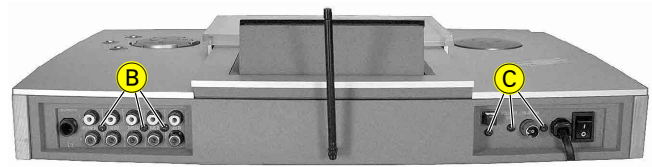
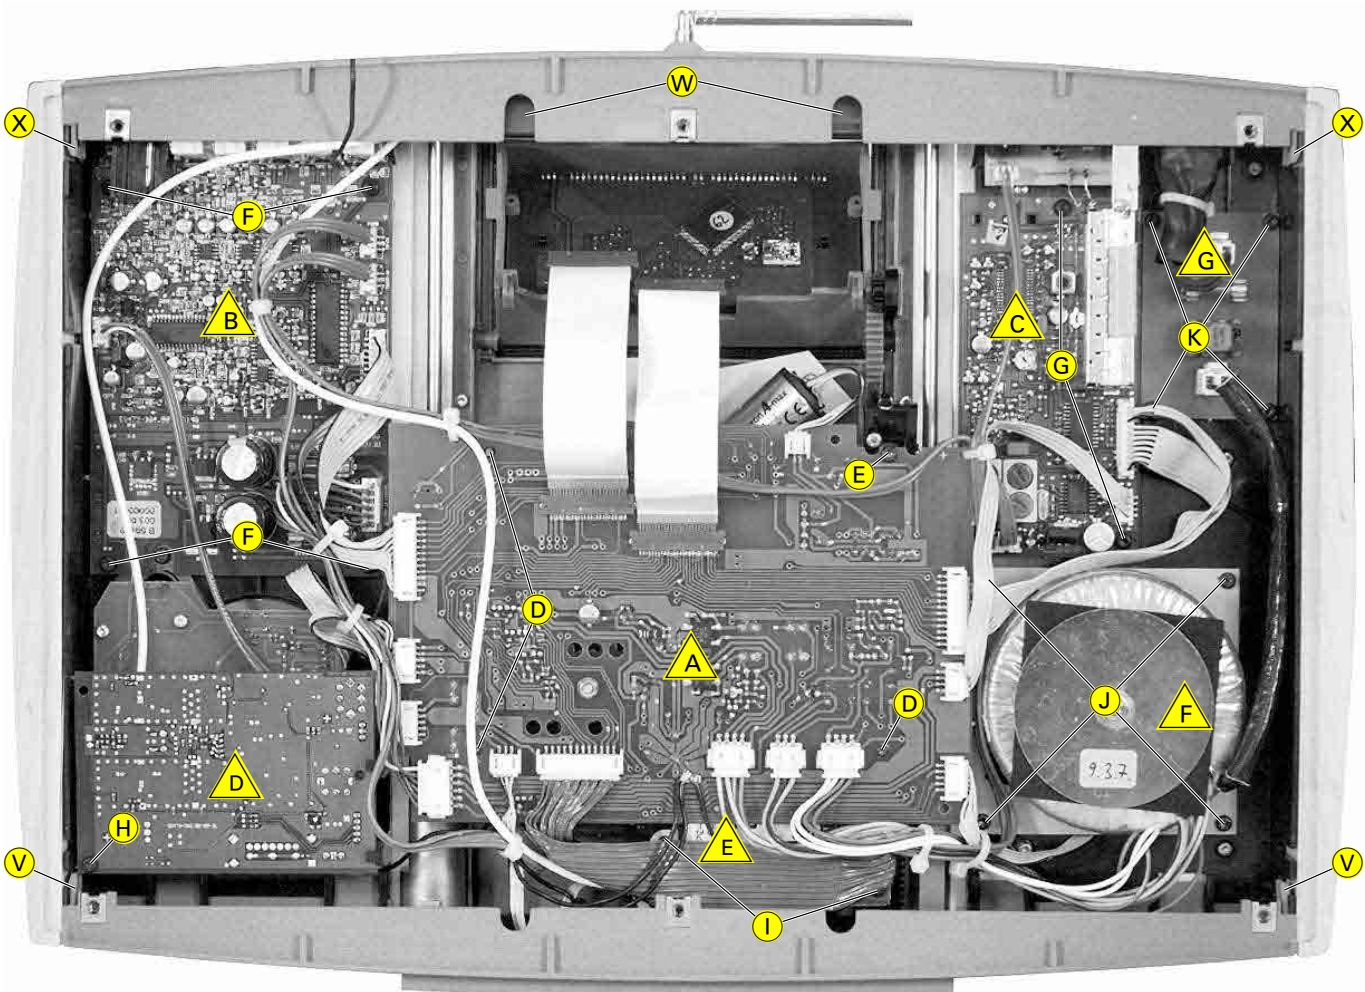
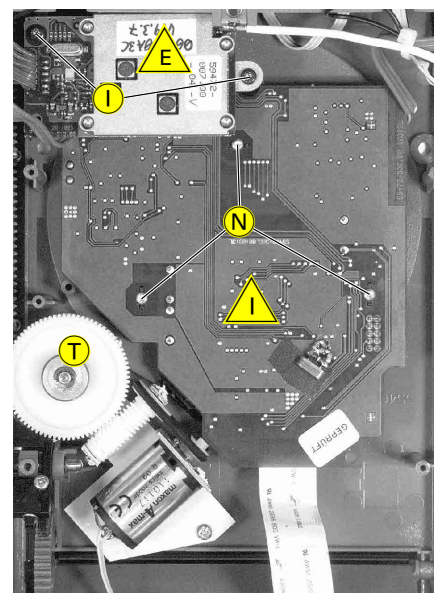

Fig. 2
Fig. 3
Fig. 6
2. CD-Control-Platte (A) ausbauen
- 3 Schrauben (D) und Schraube (E) heraus-schrauben und CD-Control-Platte herausnehmen (Fig. 3).
3. NF-Platte (B) ausbauen
- 3 Schrauben (B) (Fig. 2) und 4 Schrauben (F) (Fig. 3) heraus-schrauben und NF-Platte herausnehmen.
2. Removing the CD Control Board (A)
- Undo 3 screws (D) and screw (E) and remove the CD Control Board (Fig. 3).
3. Removing the AF Board (B)
- Undo 3 screws (B) (Fig. 2) and 4 screws (F) (Fig. 3) and remove the AF Board.
- 2 Schrauben \textcircled{G} herausschrauben und Tuner-Platte herausnehmen (Fig. 3).
- Schraube \textcircled{H} herausschrauben und Funkmodul herausnehmen (Fig. 3).
- 2 Schrauben \textcircled{I} herausschrauben und Funkmodul herausnehmen (Fig. 3 / Fig. 6).
- 4 Schrauben \textcircled{J} herausschrauben und Netztrafo herausnehmen (Fig. 3).
- 4 Schrauben \textcircled{K} herausschrauben und Netzanschluss-Platte herausnehmen (Fig. 3).
- 3 Schrauben \textcircled{N} herausschrauben und CD-Logik-Platte zusammen mit dem CD-Laufwerk herausnehmen (Fig. 6).
- Undo 2 screws \textcircled{G} and remove the Tuner Board (Fig. 3).
- Undo screw \textcircled{H} and remove the Audio RF Module (Fig. 3).
- Undo 2 screws \textcircled{I} and remove the Data RF Module (Fig. 3 / Fig. 6).
- Undo 4 screws \textcircled{J} remove the Mains Transformer (Fig. 3).
- Undo 3 screws \textcircled{N} and remove the CD Servo Board together with the CD Drive (Fig. 6).
- Zahnradantrieb (T) (Fig. 6) nach oben herausziehen.
- Pull out the gear drive (T) (Fig. 6).